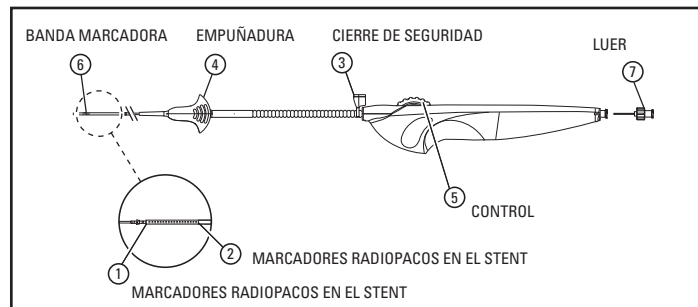

Figura 1.
7. Si el cierre de seguridad © (consulte la Figura 1) no está acoplado al dispositivo, compruebe que el stent esté completamente comprimido en el sistema introductor y coloque el cierre de seguridad como se muestra en la Figura 1.
- Acople una jeringa de 10 ml (cc) con solución salina al luer ⑦, en el mango (consulte la Figura 1). Aplique presión positiva. Continúe irrigando hasta que la solución salina aparezca en el extremo distal del lumen de la guía y en la unión de la punta de la vaina. Nota: si el dispositivo no incluye el luer, es posible que sean necesarios más de 10 cc para irrigar la totalidad del dispositivo.
- Retire el luer de irrigación ⑦.
Procedimiento de despliegue del stent (consulte la Figura 1)